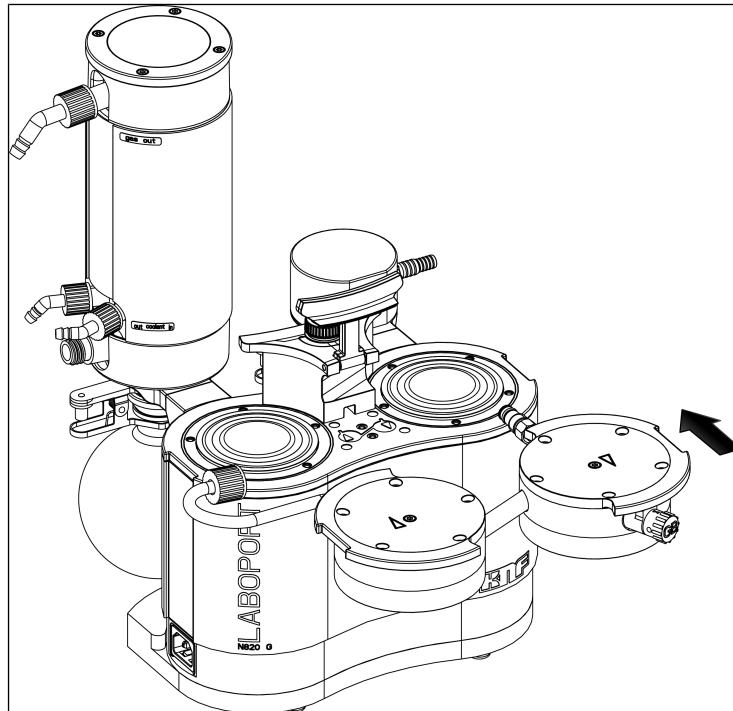

Fig.15: Montage de la tête de pompe
1. Amenez les membranes (7) dans la position centrale.
2. Pressez le bord des deux membranes (7) sur tout le pourtour.
3. Placez le couvercle (3) conformément à la goupille d'ajustage (5) sur la plaque intermédiaire (6).
4. Placez la plaque supérieure (2) conformément au trait de crayon sur le couvercle (3).
6. Positionnez les têtes de pompe (composées du couvercle (3), de la plaque intermédiaire (6) avec plaques soupapes/joints (4) et de la plaque supérieure (2)) avec le tuyau de raccordement sur le corps de pompe en fonction du trait de crayon (voir Fig. 15).
**i** Ce faisant, veillez à ce que le raccord de tuyaux (11) soit introduit droit dans l'adaptateur du piège à liquide.
7. Vissez la vis chapeau du raccord de tuyaux (11) de 1 à 2 tours à la main.